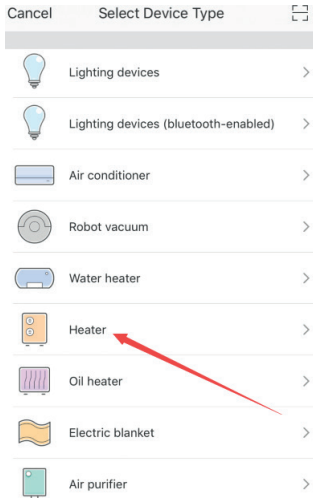

Bild 2
- A. Wählen Sie "Heizgerät", wie in Abbildung 2 dargestellt.